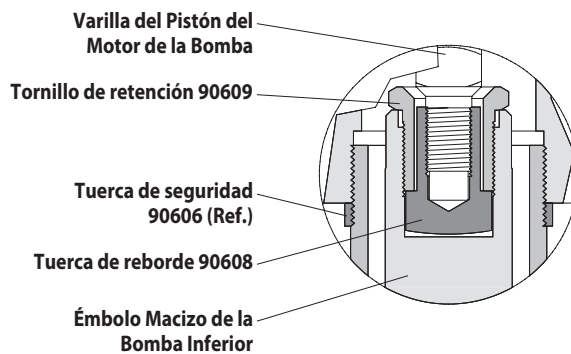

Figura 2
1. Afloje (90606) la tuerca de seguridad y desenrosque la bomba completa del motor neumático. Así se descubre (90609) el tornillo de retención (véase la figura 2).
1. Deslice (90609) el tornillo de retención por encima del vástago del motor neumático (véase la figura 2).